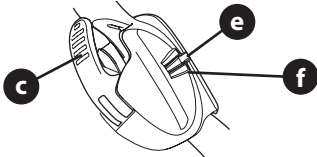

Figure 9
**IMPORTANT!** Lorsque vous placez le loquet (c) en position de verrouillage, assurez-vous que l'indicateur (e) est aligné avec une des trois positions (f) (Figure 9).